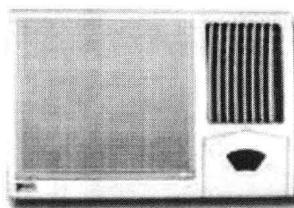

图 1-1 典型窗式空调器
(1) 窗式空调器 窗式空调器是因为安装在窗户上而得名。典型的窗式空调器如图 1-1 所示。目前，此类空调器基本已淘汰。